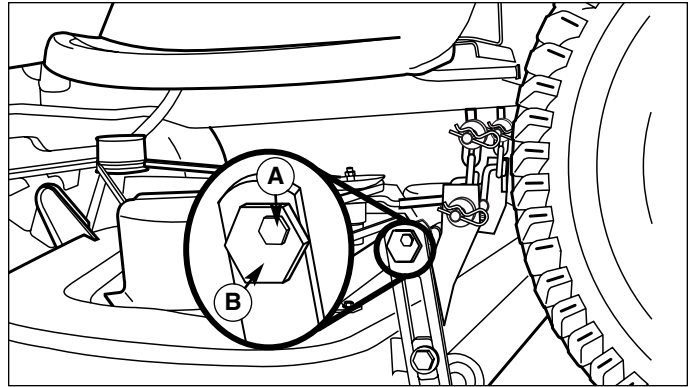

Figure 42. Mise de niveau transversale du carter de coupe
5. Voir la Figure 42. Desserrer l'écrou extérieur (A). Tourner l'écrou excentrique (B) de façon à relever ou abaisser le côté gauche du carter. Lorsque le carter est horizontal, tenir l'écrou excentrique et serrer l'écrou extérieur.